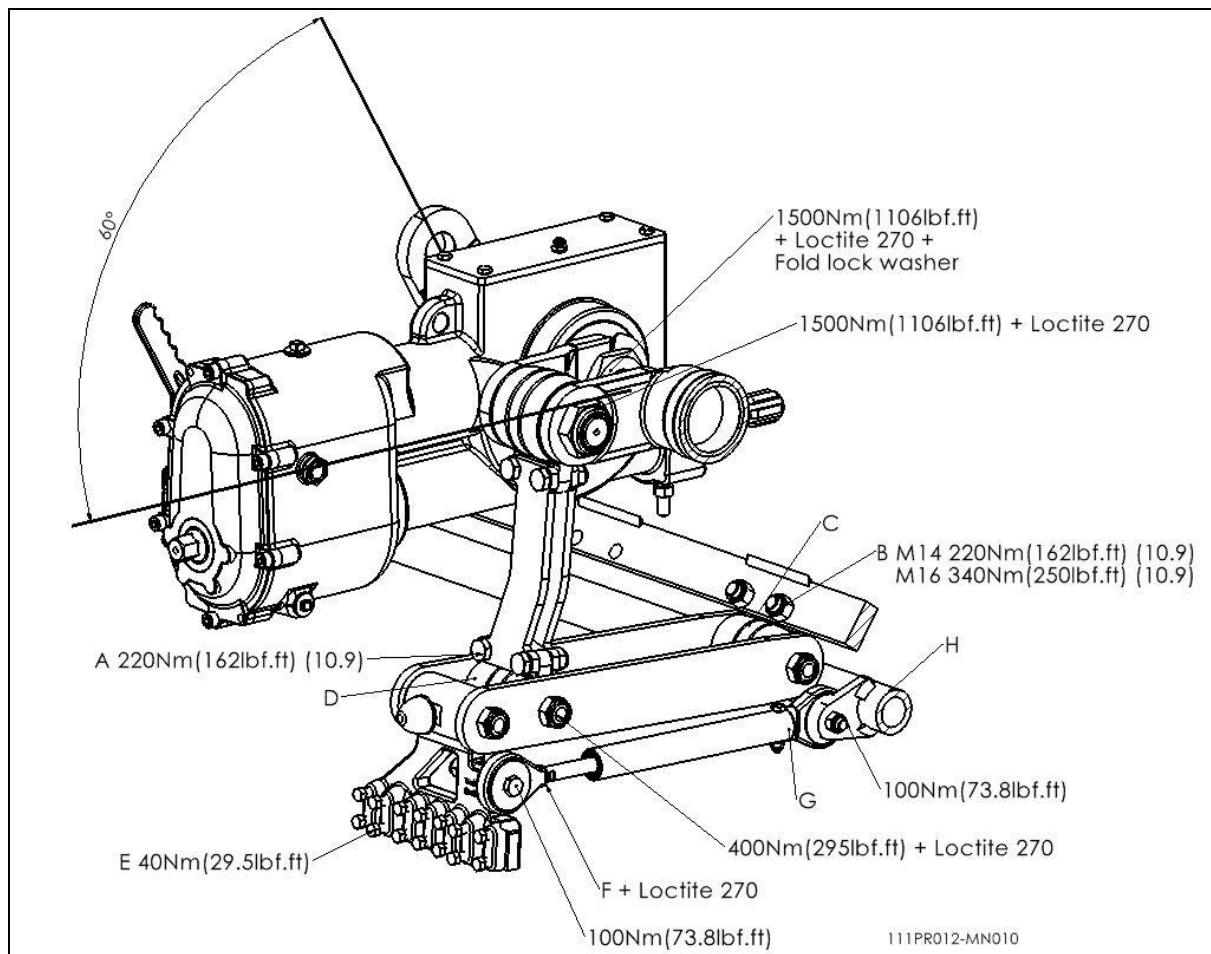

Fig. 8
En fig.8., se indican los valores de par de los pernos/tuercas más importantes. Para los que no se menciona el valor del par, asegúrese de que están apretados como se apretaría un perno/tuerca de tamaño similar. Si los pernos/tuercas se aflojan durante el trabajo, se puede aplicar loctite.
6. Después de sustituir la manivela y/o chumacera, sustituya las partes en la misma secuencia en que las quitó. Utilice loctite donde se indique en fig.8.
En el caso de que un elemento ya no esté en línea con el contiguo, se debe corregir la alineación como se indica a continuación (véase fig.8.):